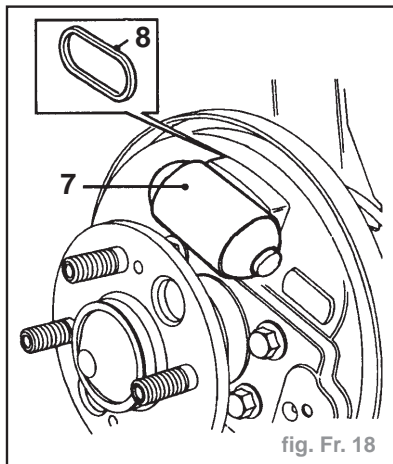

fig. Fr. 18
- Déposer le cylindre de roue (7) (fig. Fr. 18).
- Déposer et jeter l'anneau d'étanchéité (8).